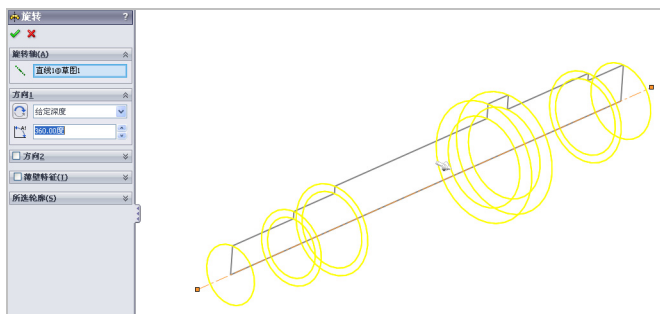

图 5-9 保持默认参数设置
(4) 在绘图区中，选择草图对象，弹出【旋转】属性管理器，保持默认参数设置，如图 5-9 所示。